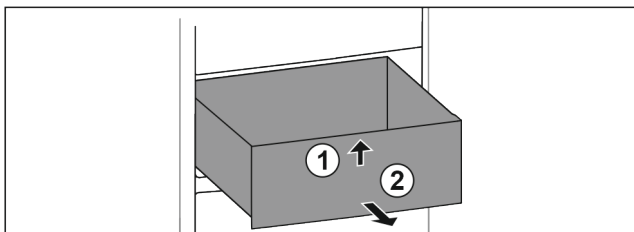

Fig. 97
- ▶ Nadzvedněte zásuvku vpředu. Fig. 97 (1)
- ▶ Vyjměte zásuvku dopředu. Fig. 97 (2)